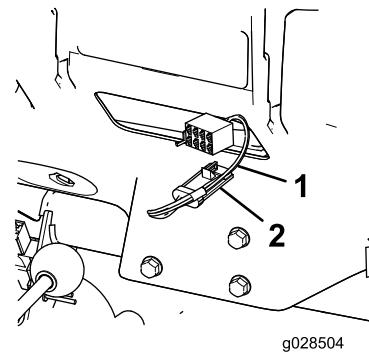

Рисунок 12
2. Подсоедините 4-штырьковый разъем переходника жгута проводки к разъему с 4 гнездами жгута проводки пульта управления (Рисунок 12).